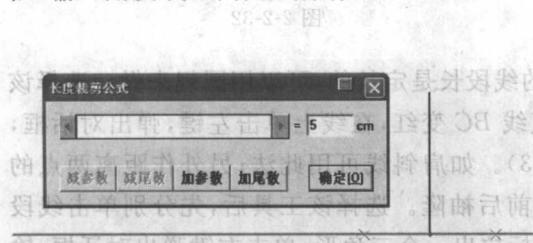

图 2-2-37
(18) 线上两等距离:它可以完成从一条线上的点向两边平分。选中该工具后,单击一条线段的端点并沿该线拖动鼠标再单击,在对话框中输入尺寸即可(图 2-2-37)。